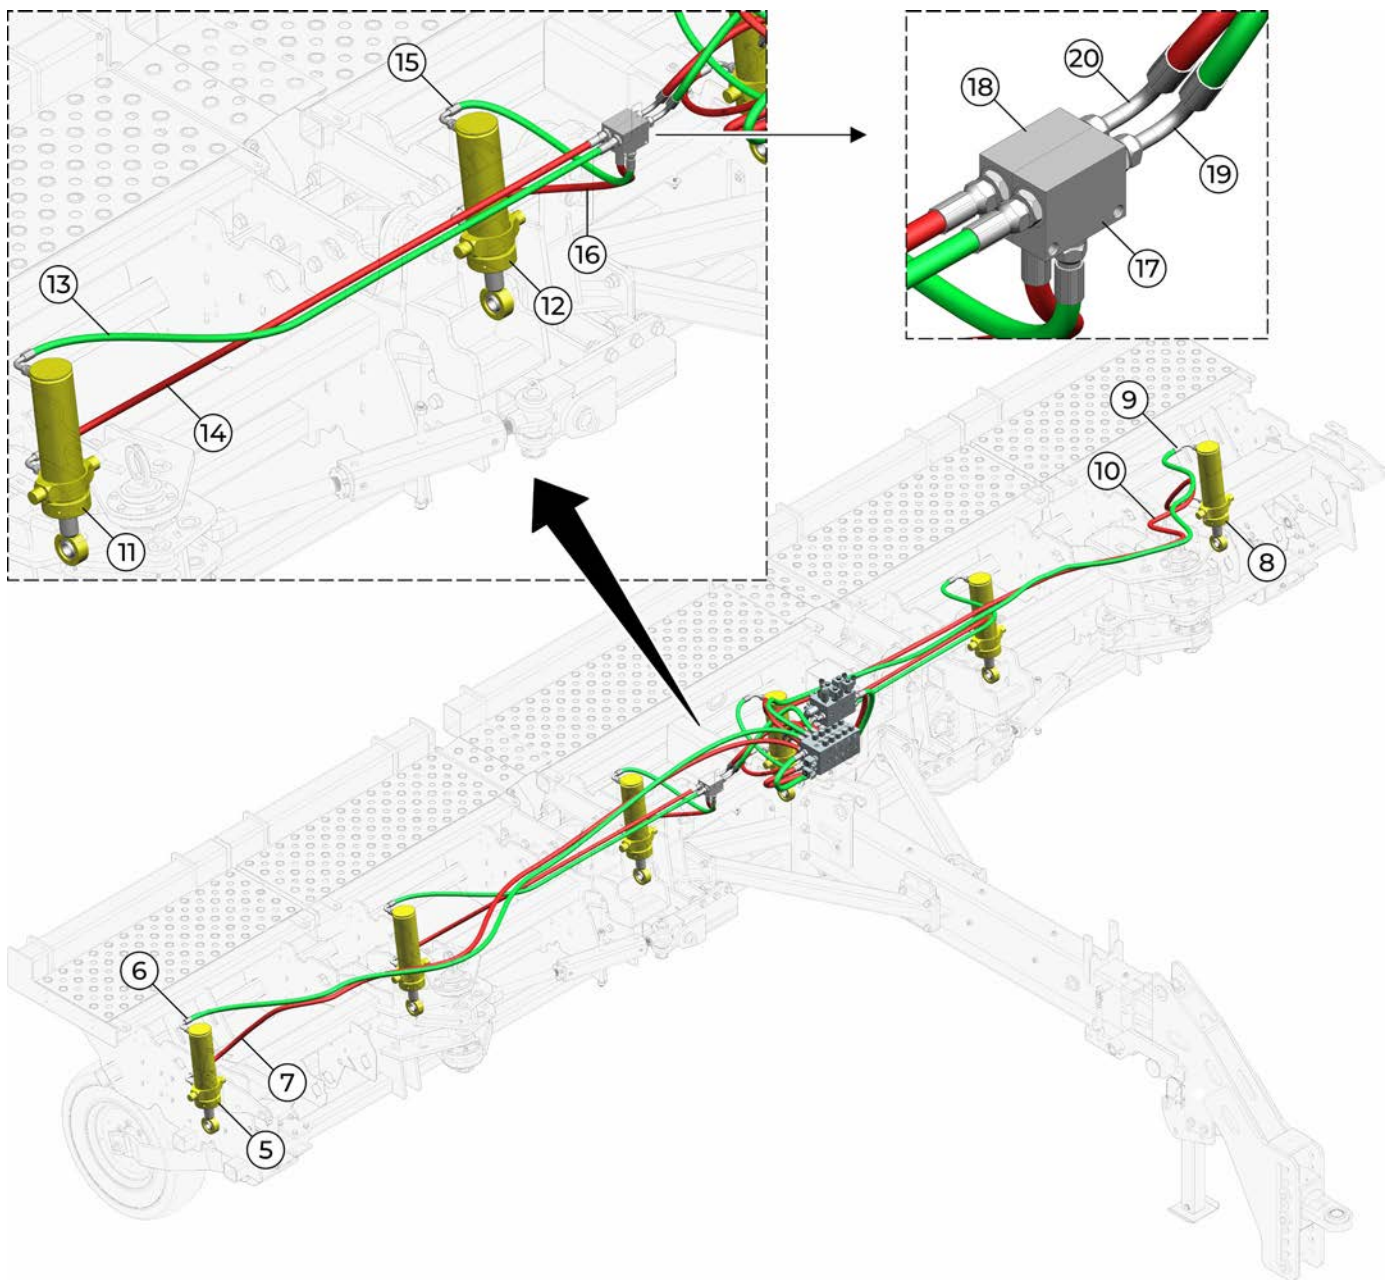

Fig. 15
O sistema hidráulico de levante possui um bloco dos rodados (1) (Fig. 15) conectado ao bloco de movimentos (2), de onde vem a pressão que é distribuída para o sistema e depois retorna. Essa conexão ocorre da seguinte forma:
- **Pressão:** mangueira hidráulica (3) conectada nas entradas (A) do bloco de movimentos (2) e (P) do bloco dos rodados (1).
- **Retorno:** mangueira hidráulica (4) conectada nas entradas (B) do bloco de movimentos (2) e (T) do bloco dos rodados (1).